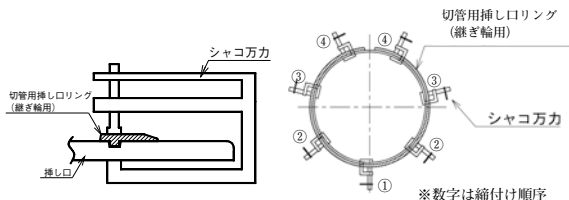

図90 切管用挿しリングの締め付け
- ② シャコ万力を用いて、図90のように切管用挿しロリング (継ぎ輪用) の分割部の反対側から順次締め付ける。